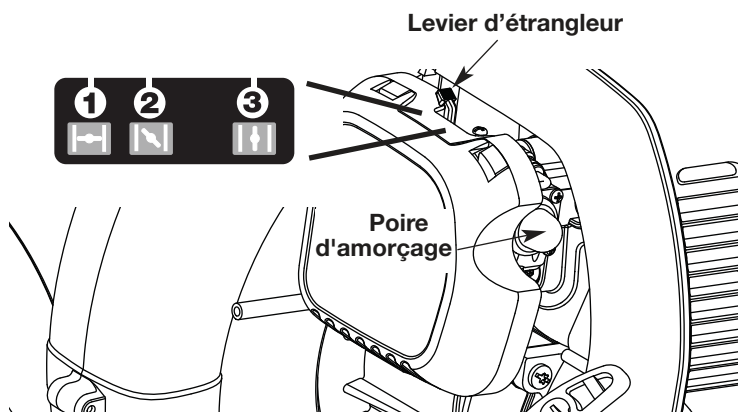
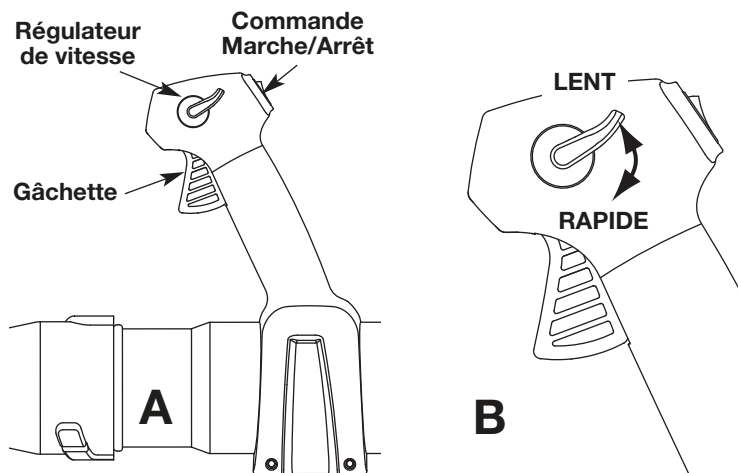
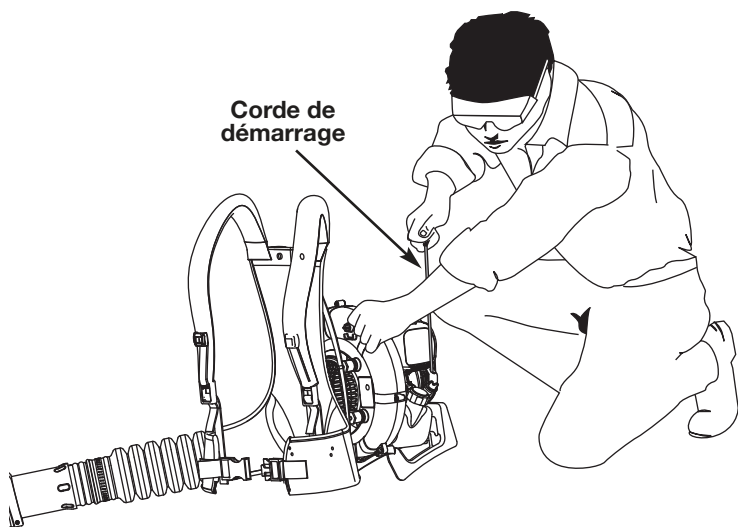

Fig. 14
Fig. 15
Fig. 16
AVERTISSEMENT : éviter le démarrage accidentel. Se tenir en position de démarrage pour lancer le moteur (Fig. 16). Lors du démarrage, l'opérateur et l'outil doivent être en position d'équilibre afin d'éviter le risque de blessures graves. Afin d'éviter de graves blessures et éviter d'endommager l'appareil, s'assurer que les tubes de soufflage sont bien en place avant d'utiliser l'appareil.
3. Lentement, appuyez **10** fois de suite sur la poire d'amorce. Une certaine quantité de carburant devrait être visible dans la poire d'amorce (Fig. 14). Si l'essence n'est pas visible dans la poire d'amorce, poussez et relâchez la poire jusqu'à ce que l'essence soit visible.
4. Mettez le levier d'étranglement en **Position 1** (Fig. 14).
REMARQUE : L'appareil devrait être démarré au ralenti. Ne pas presser sur la gâchette jusqu'à l'étape 8 (Fig. 15, A).
5. **Ne pas presser sur la gâchette.** Placez-vous en position de démarrage (Fig. 16). Tirez sur la corde du démarreur **5** fois dans un mouvement contrôlé.
6. Mettez le levier d'étranglement en **Position 2** (Fig. 14)
8. Pincez et maintenez la gâchette, ou appuyez sur la touche control de croisière (Fig. 15, A), et laissez le moteur se réchauffer pendant 30 à 60 secondes.
9. **Continuer à appuyer sur la gâchette.** Déplacez le levier d'étranglement en **Position 3** (Fig. 14) et laissez le moteur se réchauffer encore pendant 60 secondes. Pendant ce temps l'appareil peut être utilisé.
2. Appuyez sur la commande Marche/Arrêt et maintenez-la en position ARRÊT (O) jusqu'à ce que le moteur s'arrête complètement (Fig. 15, A).
1. Dès que le moteur a démarré et qu'il est chaud, actionnez la gâchette pour accélérer l'appareil (Fig. 15, A).
2. Pour des périodes d'utilisation plus longues et pour éviter la fatigue des doigts, poussez le régulateur de vitesse vers la position RAPIDE pour agmenter systématiquement ou maintenir la vitesse du moteur de l'appareil (Fig. 15, B). Lorsque le régulateur de vitesse est poussé, la gâchette s'enfoncera dans la poignée.
3. Pour diminuer la vitesse du moteur, déplacez le régulateur de vitesse vers la position LENT et la gâchette retournera le moteur au ralenti (Fig. 15, B).
REMARQUE : L'appareil devrait être démarré au ralenti. Ne pas presser sur la gâchette jusqu'à l'étape 10 (Fig. 15, A).
5. Placez-vous en position de démarrage (Fig. 16). Insérez le démarreur électrique ou Power Start Bit™ à l'arrière de l'appareil (Fig. 32). Consultez la section « Utiliser le démarreur électrique » du manuel de l'utilisateur du démarreur électrique Electric Starter ou de l'embout de démarreur électrique Power Start Bit™.
6. **Ne pas presser sur la gâchette.** Maintenez enfoncé pendant deux secondes le bouton de démarrage électrique ou de mise en MARCHE de la perceuse (I).
7. Mettez le levier d'étranglement en **Position 2** (Fig. 14).
8. **Ne pas presser sur la gâchette.** Maintenez enfoncé pendant deux secondes le bouton de démarrage électrique ou de mise en MARCHE de la perceuse (I) jusqu'à ce que le moteur démarre.
10. Pincez et maintenez la gâchette, ou appuyez sur la touche control de croisière (Fig. 15, A), et laissez le moteur se réchauffer pendant 30 à 60 secondes.
11. **Continuer à appuyer sur la gâchette.** Déplacez le levier d'étranglement en **Position 3** (Fig. 14) et laissez le moteur se réchauffer encore pendant 60 secondes. Pendant ce temps l'appareil peut être utilisé.
2. Pour des périodes d'utilisation plus longues et pour éviter la fatigue des doigts, poussez le régulateur de vitesse vers la position RAPIDE pour augmenter systématiquement ou maintenir la vitesse du moteur de l'appareil (Fig. 15, B). Lorsque le régulateur de vitesse est poussé, la gâchette s'enfoncera dans la poignée.
- Utilisez le régulateur de vitesse (Fig. 15) pour maintenir cette dernière enfoncée pour en faciliter l'opération continue.